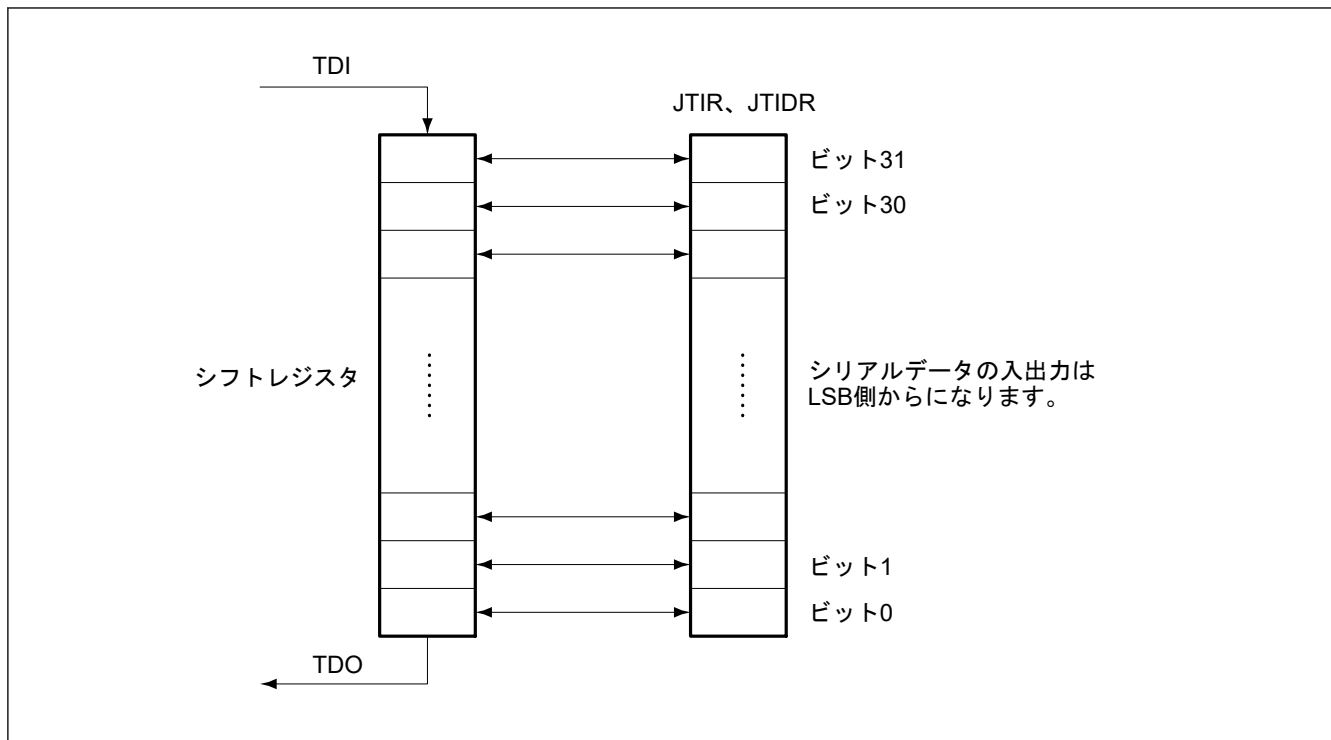

図 38.3 シリアルデータ入出力
- 図 38.3 で示すとおりシリアルデータは LSB 側から入出力します。